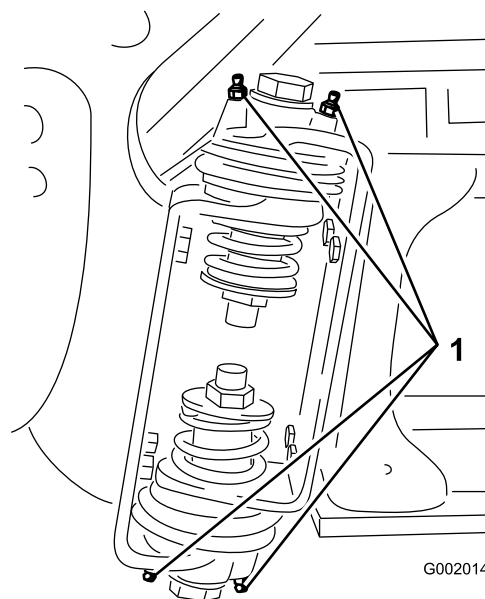

Figure 70
2. Injectez la graisse dans le roulement ou la bague au niveau de chaque graisseur (Figure 70).